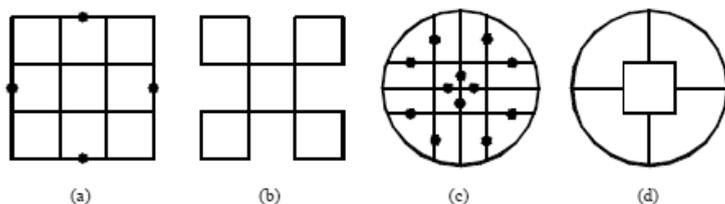
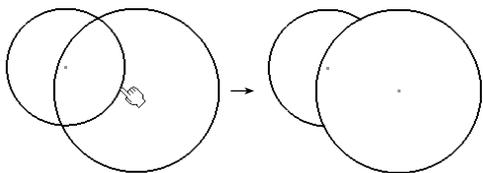

图 5-21
图 5-22
快速修剪直线或曲线。若选到的对象不与其他对象相交，则删除该对象；若选到的对象与其他对象相交，则该对象的包含选取点且与其他对象相交的一段将被删除。图5-21 (a) 和 (c) 所
示为修剪前的图形，圆点表示选取点，修剪结果如图 5-21 (b) 和 (d) 所示。
- 断开及内擦除 : 此方式会断开所选图元并修剪该图元，擦除打断边界内的部分，如图 5-22 所示（图 5-21 中的修剪结果也是采用此种方式的）。